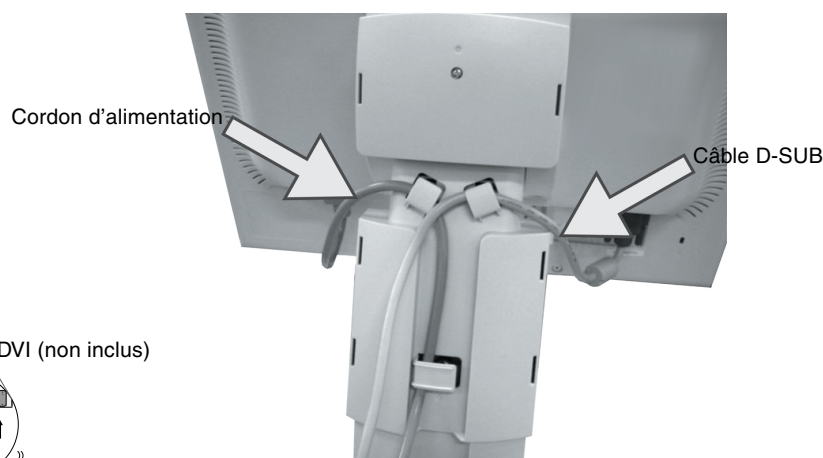

Figure C.2
5. Placez le cordon d'alimentation dans les crochets spécifiques comme indiqué à la **Figure C.2**.
6. Placez le D-Sub dans les crochets spécifiques comme indiqué à la **Figure C.2**.